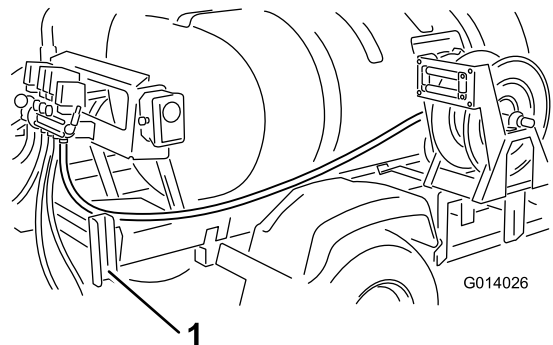

Figura 12
6. Encaminhe o tubo para trás ao longo da estrutura do patim do depósito, dentro do guarda-lamas direito dentro do canal de suporte da rampa (Figura 12).
7. Encaminhe os tubos em redor da estrutura de montagem e até ao dentado aberto na válvula da bobina de tubagem instalada previamente (Figura 12).